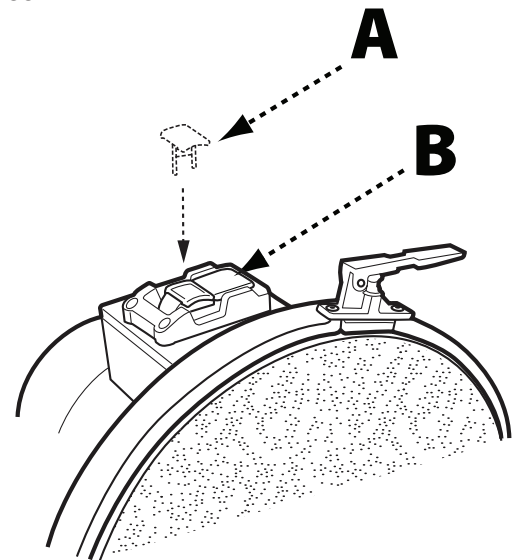

FIGURE 5
**REMARQUE :** La ponceuse à disque DELTAMD de 30,5 cm utilise une clé de sécurité (A), comme il est indiqué à la Figure 5. La clé de sécurité doit être enclenchée pour pouvoir utiliser l'appareil. Avant de procéder au démarrage de la ponceuse, vérifiez que la clé de sécurité est installée.
- L'interrupteur ON/OFF (MARCHE/ARRÊT) (B) est situé sur le dessus du moteur. Pour démarrer la ponceuse (« ON »), déplacez l'interrupteur vers l'arrière de la ponceuse.
Lorsque l'appareil n'est pas utilisé, l'interrupteur doit être verrouillé sur la position « OFF » (ARRÊT). Ceci peut être effectué en saisissant la clé de sécurité (A), comme indiqué à la Figure 5, et en la retirant de l'interrupteur. Une fois la clé de sécurité retirée,